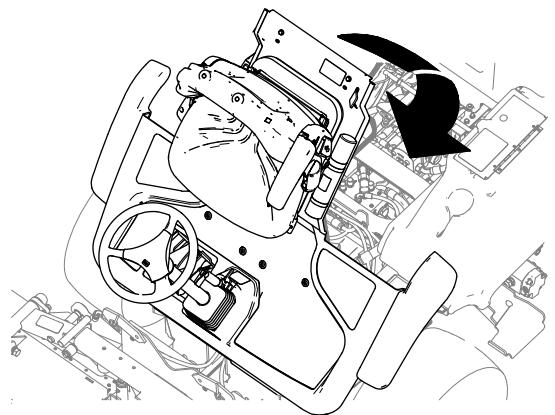

Figura 53
1. Abbassate la piattaforma con cautela (Figura 53).